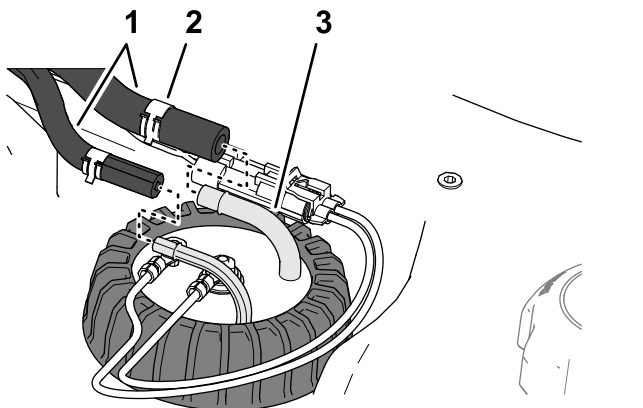

Bild 124
5. Montieren Sie die Schläuche auf die Anschlussstücke des Kraftstoff-Füllstandsensors und befestigen Sie die Schläuche mit den Schellen an den Anschlussstücken (Bild 124).